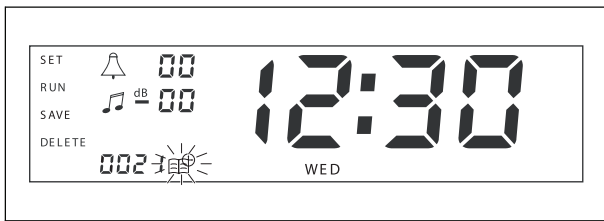

рисунок 7.3: Символ события с отображенным новым номером
- 7 Выберите минуты и подтвердите. Начнет мигать символ события, и будет отображен следующий доступный номер события (см. рисунок 7.3).